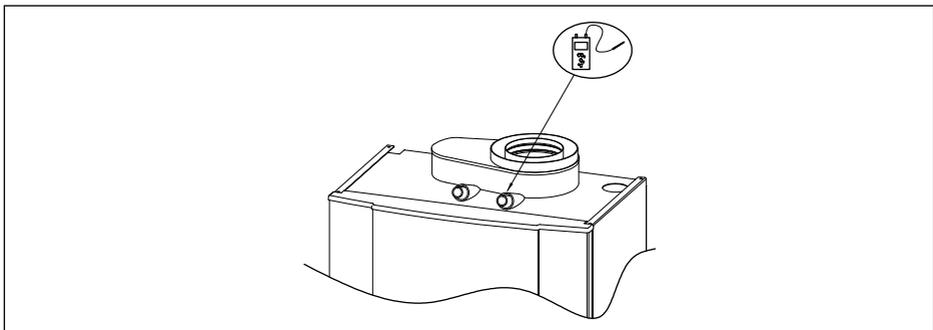

Fig. 18 Punto de medición de gases de combustión.
14. Conectar el analizador de gases de combustión al punto de medición (*ver Fig. 18*)